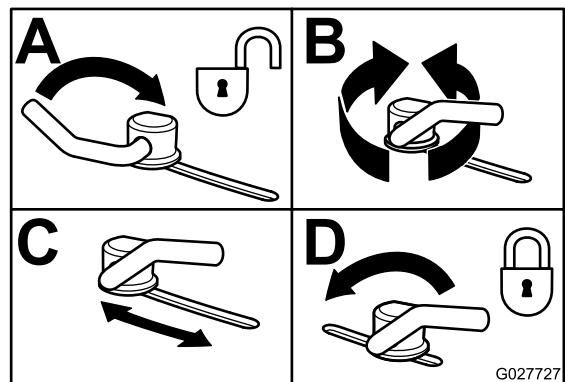

Bild 30
- Wenn Sie die Haltenocken einstellen möchten, schieben Sie den Hebel nach oben und lösen Sie die Haltenocke (Bild 30).
- Schieben Sie den Hebel zurück, um das Ablenkblech und die Haltenocken festzuziehen (Bild 30).